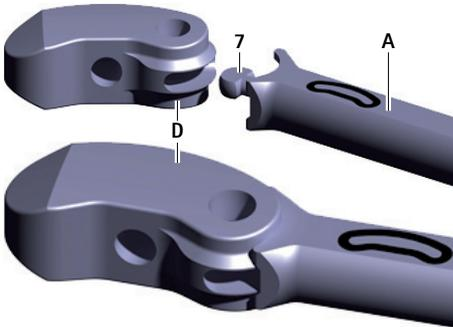

Fig. 2 Acoplamiento del implante de prueba al instrumento de inserción
- ▶ Acople el implante de prueba **D** al diámetro **7** del instrumento de inserción **A**, ver Fig. 2. Para ello, tenga en cuenta la orientación del implante de prueba (guíese por la inscripción situada en el instrumento de inserción).